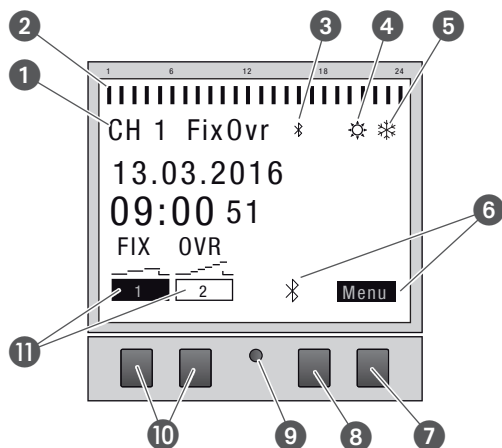

Bild 2: Display
- ② Programmerade kopplingstider
- ③ Bluetooth
- ④ Sommartid
- ⑤ Vintertid
- ⑥ De båda högra knapparnas funktionsvisningar
- ⑦ Menyknapp
- ⑧ Bluetooth-knapp
- ⑨ Reset-knapp
- ⑩ Vänstra knapparna
- ⑪ De vänstra knapparnas funktionsvisningar
Funktion för de båda högra knapparna (Bild 2/⑦ + ⑧)
Funktion för de båda vänstra knapparna (Bild 2/10)
Menystrukturen visas på displayen när man trycker på menyknappen (Bild 2/7).